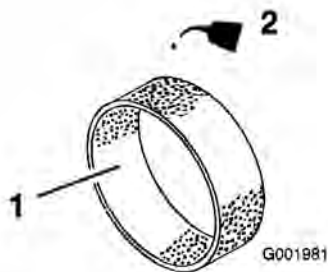

Figura 42
4. Ponga 30-60 ml de aceite en el elemento (Figura 42).